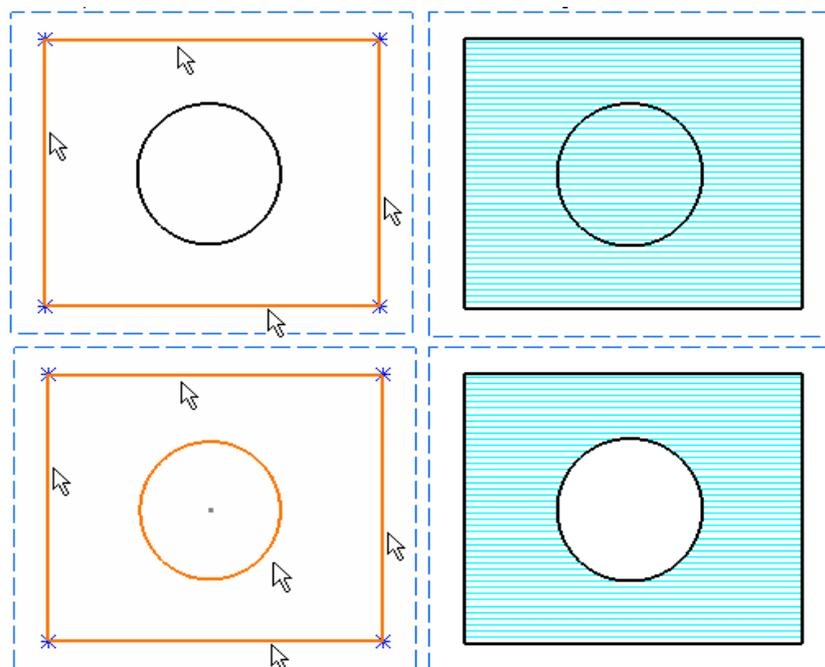

Ilustración 749: Rellenos con elección de perfil.
- Modo *Profile selection* : Otra opción es la determinación del contorno mediante la selección de un Profile o un conjunto de elementos que lo definen. El proceso de creación de rellenos es el siguiente. Teniendo activa la vista en la cual se va a crear el relleno, se pulsa sobre el icono que ejecuta el relleno y se escoge dentro del cuadro de diálogo la opción *Profile selection*. El siguiente paso es la elección del contorno cerrado que defina el área a sombreadar, por ejemplo una circunferencia, o determinar el contorno mediante la selección de elementos que establezcan una superficie cerrada. Se observan dos ejemplos de este tipo en la Ilustración 749.